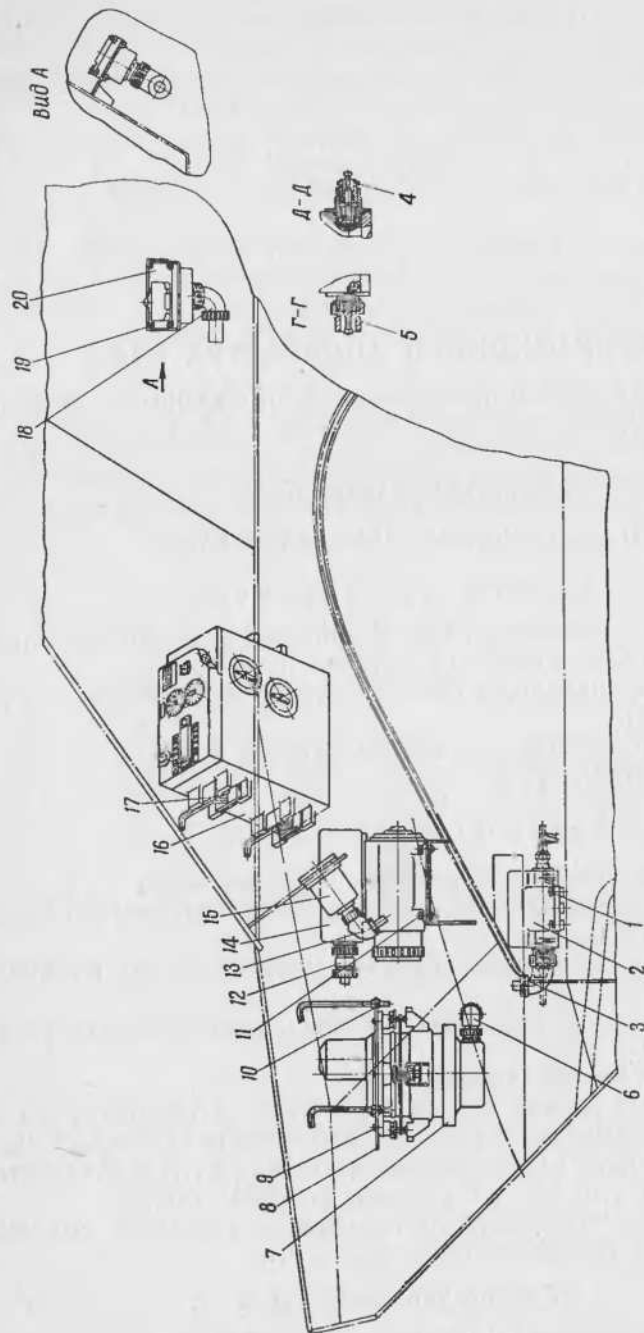

Рис. 88. Установка приборов навигационной аппаратуры:
1. Отвернуть накидные гайки 4 (рис. 88) и 5 гибких валиков и отсоединить гибкие валики от датчика пути.
1. Отвернуть накладную гайку штепсельного разъема 13 (рис. 88) и разъединить разъем.
2. Отвернуть винты 19 (рис. 88) крепления пульта управления и отсоединить провод массы.
3. Отвернуть гайки 17 (рис. 88) крепления координатора.
3. Отвернуть накидную гайку штепсельного разъема б (рис. 88) датчика курса и отсоединить разъем.